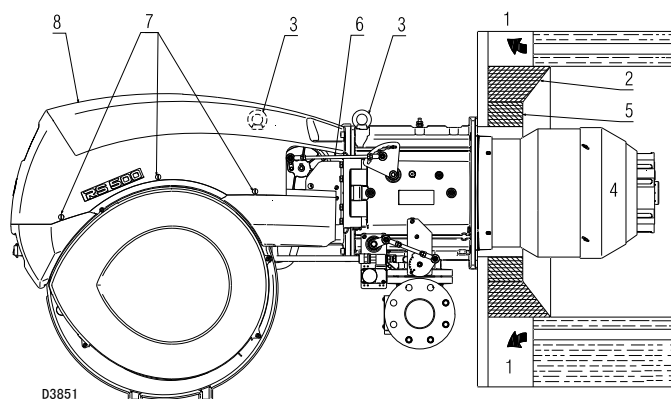

图 11
对于有前烟道或回焰式锅炉 1 (图 11), 用耐火材料制成的防护炉衬 5) 必须插入锅炉炉衬 2) 和火焰烟囱 4) 之间。
对于有前水冷件的锅炉, 则不必使用耐火炉衬 2)-5) (图 11), 除非锅炉制造商明确要求这样做。
使用吊环 3) (图 11) 准备合适的起吊系统。
- ▶ 将随附的隔热件安装至排风管 (4) (图 11)。
- 从燃烧头活动杆上脱开拉杆 6 (图 11)，卸下螺母。